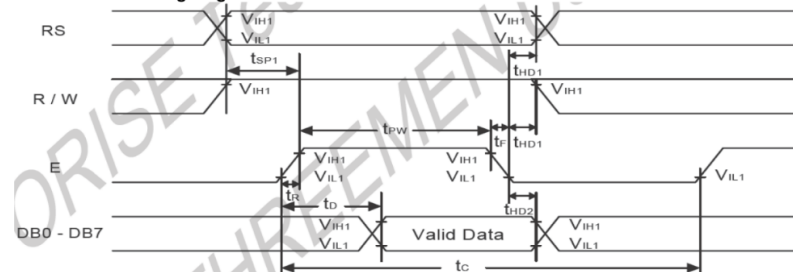

Figure 7. 텍스트 LCD 모듈의 동작 타이밍
(7) 텍스트 LCD 모듈 회로
- 〈Figure 6〉, 〈Figure 7〉에서는 텍스트 LCD 모듈의 제어 명령 표 및 동작 타이밍을 보여주고 있음
- 특히 〈Figure 7〉처럼 쓰기 및 읽기 모드 타이밍 다이어그램에서는 데이터 쓰기, 읽기 동작 시 주요 타이밍을 자세히 보여주고 있음